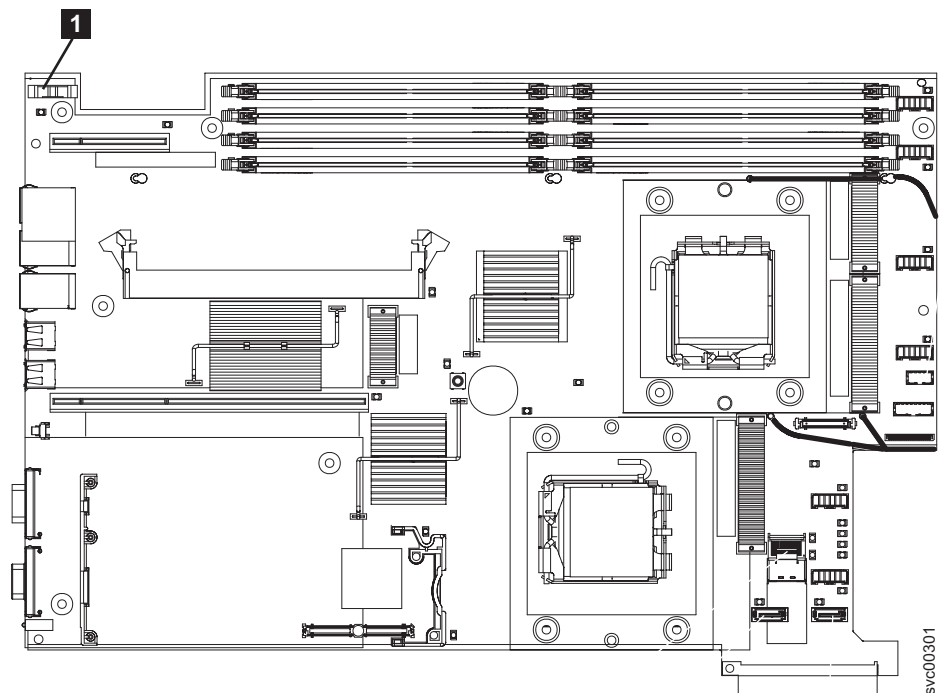

図 122. SAN ボリューム・コントローラー 2145-8G4の CMOS バッテリー・ホルダーの位置
2. システム・ボード上のバッテリーを見つけます。441 ページの図 122 には、バッテリーの位置 (1) を記載してあります。